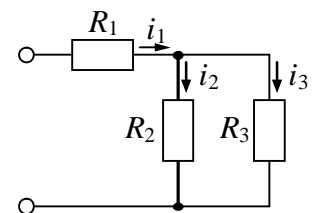

Рис. 3.17
**3.12.** Діюче значення спадання напруги на опорі  $R_1$  (рис. 3.17) при проходженні по ньому струму  $i = 8,6 \sin(\omega t + \pi/8) \text{ А}$  складає  $49 \text{ В}$  при  $U_{\text{вх}} = 93 \text{ В}$ . Відношення опорів  $R_3 / R_2 = 4$ . Визначити опір кожного резистора, еквівалентний опір усього кола, повну споживану потужність. Записати вирази для миттєвих значень усіх струмів і напруг.
**3.13.** В електричному колі схеми (рис. 3.17) з вхідною напругою  $110 \text{ В}$  по резистору  $R_2$  проходить струм  $800 \text{ мА}$ . Опір паралельної ділянки кола  $140 \text{ В}$ . Відомо, що  $I_2 = 0,8I_1$ , а його початкова фаза
**3.14.** Повна потужність, споживана навантаженням, з'єднаним за схемою рис. 3.17, складає 0,4 кВт при напрузі 200 В. Потужність, споживана на паралельній ділянці,  $P = 0,16$  кВт, причому 25 % цієї потужності виділяється на резисторі  $R_3$ . Визначити діючі значення струмів і напруг на всіх ділянках кола й опору цих ділянок.
**3.15.** Опори резисторів у схемі (рис. 3.17)  $R_1 = 720$  В,  $R_2 = 800$  В,  $R_3 = 1200$  В. Вхідна напруга  $u_{\text{вх}} = 73 \sin(\omega t + \pi/4)$  В. Визначити діючі значення струмів у вітках і записати вирази їхніх миттєвих значень. Побудувати векторну діаграму струмів і напруг. Визначити також повну потужність кола.